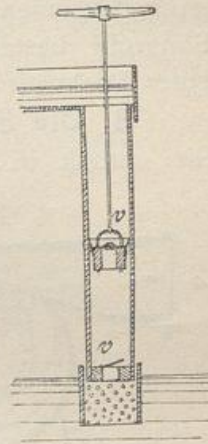

Abb. 173.
1. Die einfache Baupumpe (Abb. 173) ist meistens von Holz. Sie ist eine Saugpumpe, d. h. sie hat ein Saug-, aber kein Druckrohr.